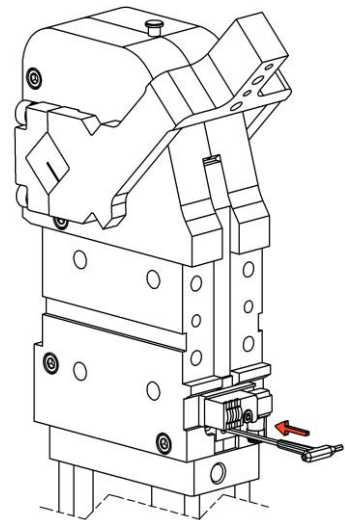

Imagen 3
- 2) Introducir una llave de Ø máx. 5 mm en el orificio y empujar el resorte aplicando una fuerza $\geq 200\text{N}$; (imagen 3)